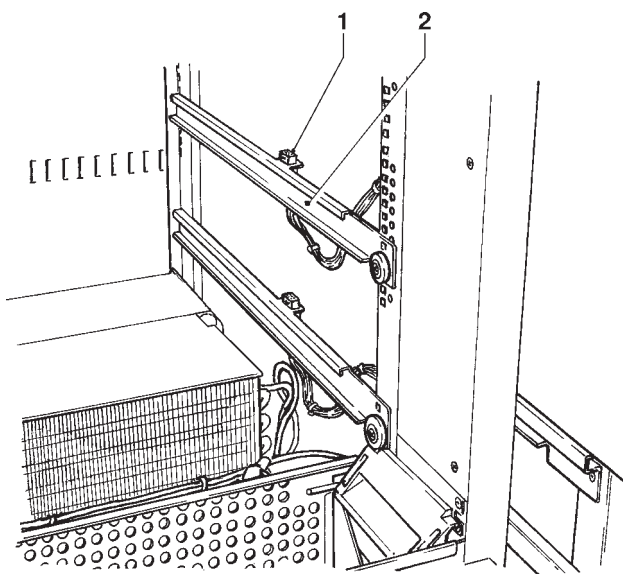

Abb. 22
- Alle an den seitlichen Halterungen angebrachten Führungen (siehe Abb. 22), bis auf die untersten, die in der gleichen Stellung bleiben, verschieben.